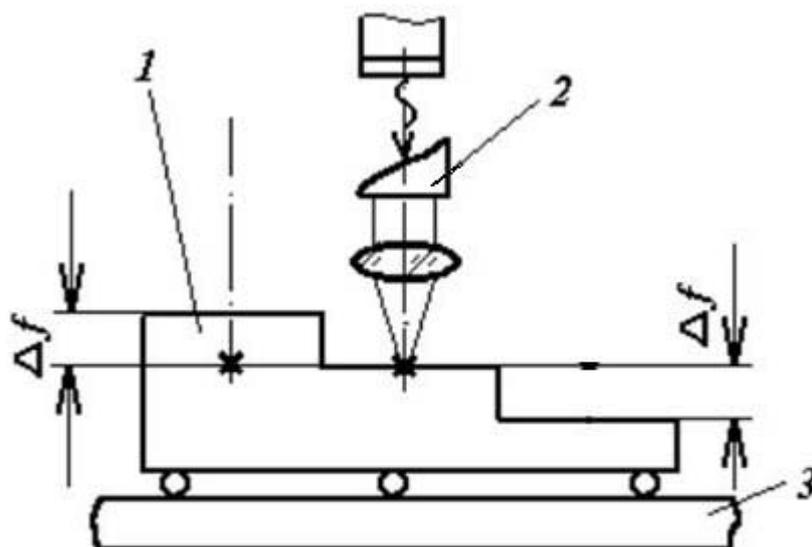

Рис. 2. Схема настройки ЛТУ с помощью дополнительной оптики: 1 – заготовка; 2 – фокусирующая система; 3 – рабочий стол
2. Выполнить настройку оптической системы ЛТУ, выставив положение фокуса фокусирующей линзы на поверхности средней ступени заготовки. При настройке использовать вспомогательные оптические средства как наиболее удобные в работе и обеспечивающие достаточно высокую точность (рис. 2).